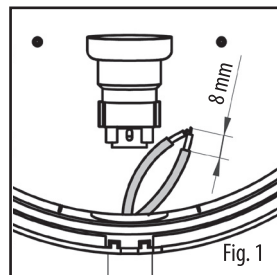

Fig. 1
- Fixez la douille sur le point d'ancrage de la base avec la vis fournie (fig. 1).
- Enfilez la gaine en silicone dans les conducteurs (fig. 1).
- Dénudez les conducteurs sur 8 mm environ entortillez les fils en cuivre. Branchez les conducteurs de phase (L) et neutre (N) sur la douille (fig. 1).
- Przymocować oprawkę żarówki w punkcie zaczepowym podstawy przy pomocy dostarczonego wkrętu (rys. 1).
- Zainstalować silikonową osłonę kablową przewodów (rys. 1).
- Usunąć ok. 8 mm osłony przewodów i skrócić miedzianą spłotkę. Podłączyć przewody fazowe (L) i neutralne (N) do oprawki żarówki (rys. 1).
- Fissare il portalampada nel punto di ancoraggio della base con la vite in dotazione (fig. 1).
- Inserire la guaina silconica nei conduttori (fig. 1).
- Spelare i conduttori di circa 8mm, attorcigliare i trefoli di rame. Collegare i conduttori di fase (L) e neutro (N) sul portalampada (fig. 1).
- Fix the lamp holder at the fixing point on the base, using the screw supplied (fig. 1).
- Insert the silicone sheath over the conductors (fig. 1).
- Strip about 8 mm of the conductor and twist the copper trefils. Connect the phase (L) and neutral (N) conductors to the lamp holder (fig. 1).
- Fixe o porta lâmpada ao ponto de ataque da base com o parafuso fornecido (fig. 1).
- Insira o revestimento de silicone nos condutores eléctricos (fig. 1).
- Remova o revestimento dos condutores de cerca de 8 mm, torça os fios de cobre. Conecta os condutores de fase (L) e neutro (N) no porta lâmpada (fig. 1).
- Die Lampenfassung anhand der mitgelieferten Schraube am Verankerungspunkt der Basis befestigen (Abb. 1).
- Die Leitungen in die Silikonummantelung einfügen (Abb. 1).
- Die Adern um ca. 8 mm blank machen und die Kupferlitzen verdrillen. Die Phasenleiter (L) und die Nichtleiter (N) an die Lampenfassung anschließen (Abb. 1).
- Fijar el portalámpara en el punto de fijación de la base con el tornillo en dotación (fig. 1).
- Introducir la funda de silicona en los conductores (fig. 1).
- Pelar los conductores 8 mm aproximadamente, retorcer los hilos de cobre. Conectar los conductores de fase (L) y neutro (N) en el portalámparas (fig. 1).
- Enfillez la gaine en silicone dans les conducteurs (fig. 1).